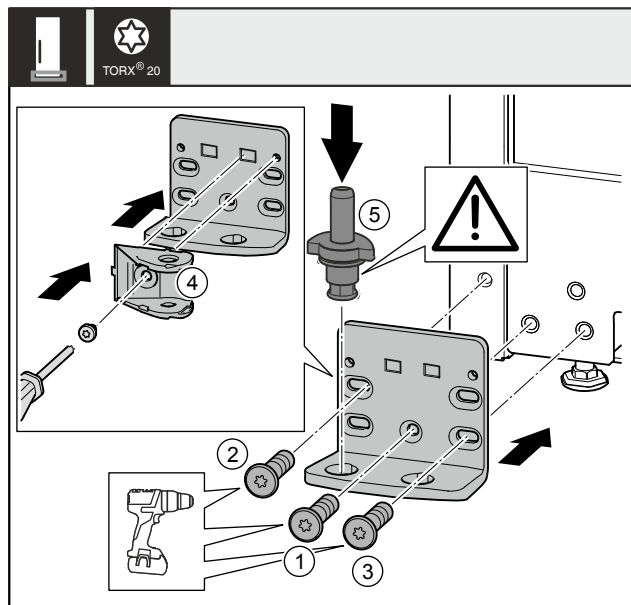

Fig. 33
- Placer le support de palier de l'autre côté et le visser avec un tournevis. Commencer par la vis Fig. 33 (1) en bas au milieu.
- Serrer la vis Fig. 33 (2) et la vis Fig. 33 (3).
- Tourner la liaison de l'amortisseur de fermeture Fig. 33 (4) de 180°. Le visser de l'autre côté du support de palier avec un tournevis.
- Insérer complètement l'axe de palier Fig. 33 (5). Veiller à ce que l'ergot soit orienté vers l'arrière.